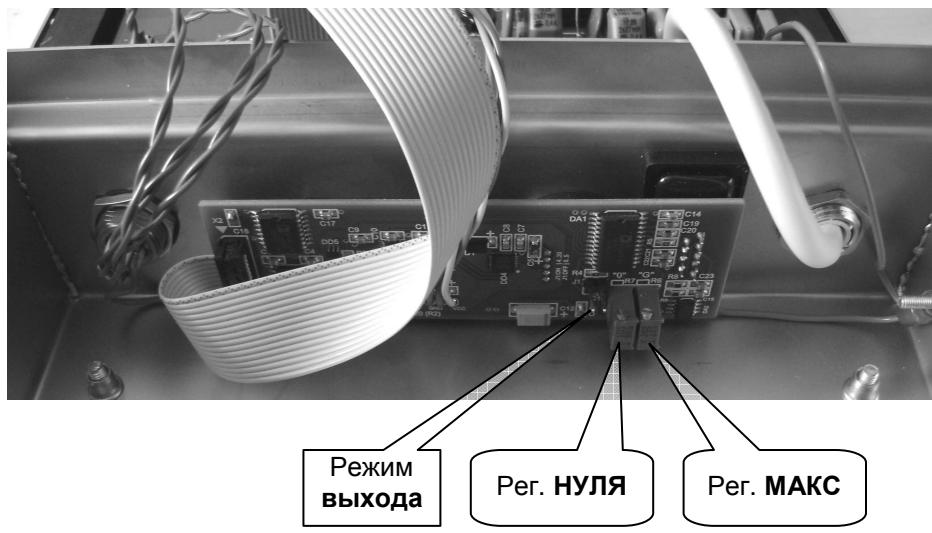

Рис. 31.1. Интерфейсный модуль Преобразователя
- снимите с преобразователя заднюю крышку и найдите внутри Преобразователя интерфейсный модуль. Внешний вид интерфейсного модуля изображён на Рис. 31.1;
- для установки требуемого режима работы аналогового выхода установите джампер «Режим выхода» (см. Рис. 31.1) в соответствующее состояние:
- снимите с преобразователя заднюю крышку и найдите внутри Преобразователя интерфейсный модуль (см. Рис. 31.1 на стр. 27);
- установите на аналоговом выходе минимальное значение сигнала, как описано в предыдущем пункте (на индикаторе Преобразователя должна быть надпись «**Lo**»). Вращая ротор резистора «Рег. **НУЛЯ**» (см. Рис. 31.1 на стр. 27) и контролируя уровень сигнала на аналоговом выходе по показаниям внешнего измерительного прибора, добейтесь равенства показаний внешнего измерительного прибора минимальному значению для установленного режима работы выхода. Минимальное значение указано в правом столбце таблицы 32.1 на стр. 28;